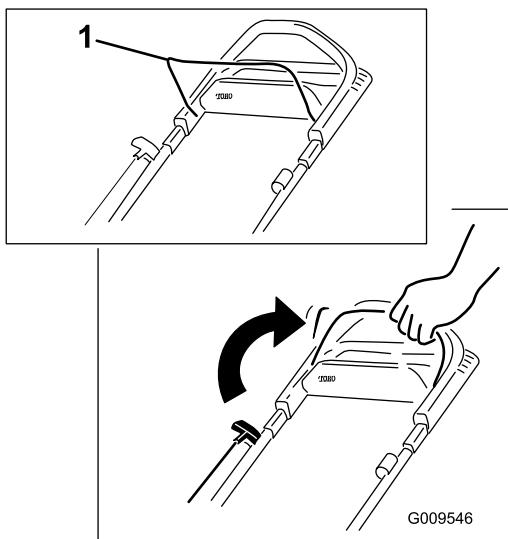

Figura 14
1. Mantenha barra de controlo da lāmina encostada ao manípulo (Figura 14).